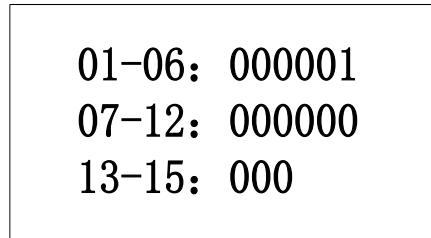

图 6-12 开入状态
6.5.11 进入“开入”菜单后，会显示装置采集的开入量的状态，“1”表示开入接通，“0”表示开入未接通，如图 6-12 所示：